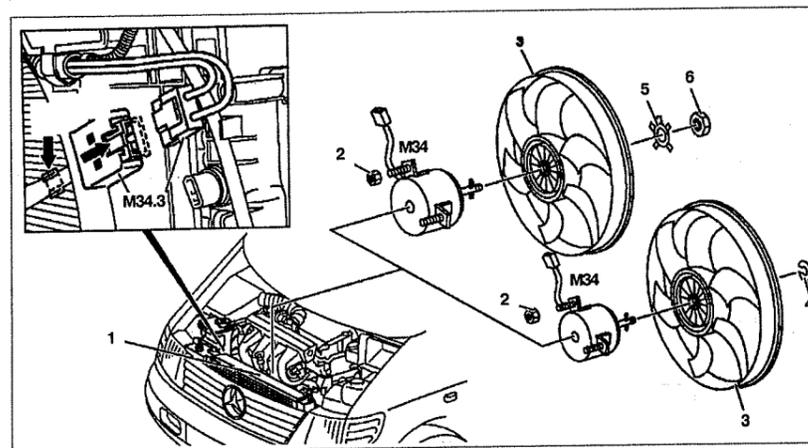

Рис. 2.98. Вентилятор:
3. Толкните радиатор 1 вперед (в направлении движения) (см.рис.2.98).